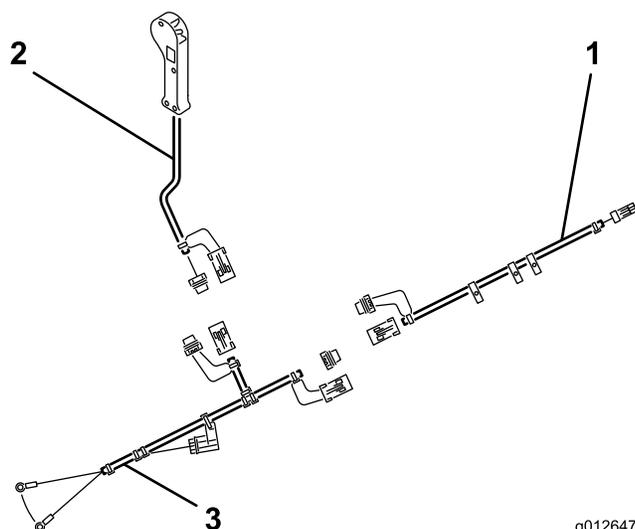

図 7
1. トップドレスサのワイヤハーネスのコネクタを、車両のソレノイドバルブ用コネクタに接続する 図 7。